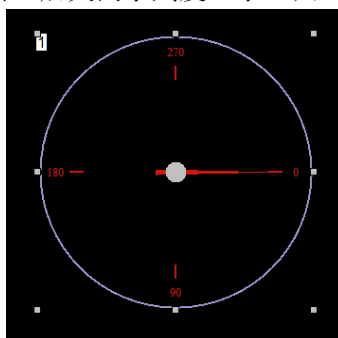

图 3-13 不显示子刻度
4)显示子刻度：选择“是”或者“否”。还可以设置子刻度的个数、对子刻度的颜色、设置刻度的宽度数值。选择“否”后关闭子刻度显示，只显示4个刻度，如图 3-13 所示。